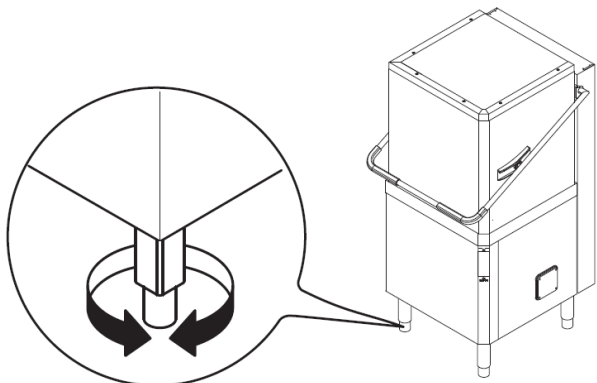

Рис. 8 - Регулировка опорных ножек
- При помощи опорных ножек отрегулировать положение машины, добившись горизонтальности, как в продольном, так и в поперечном направлении (Рис. 8).